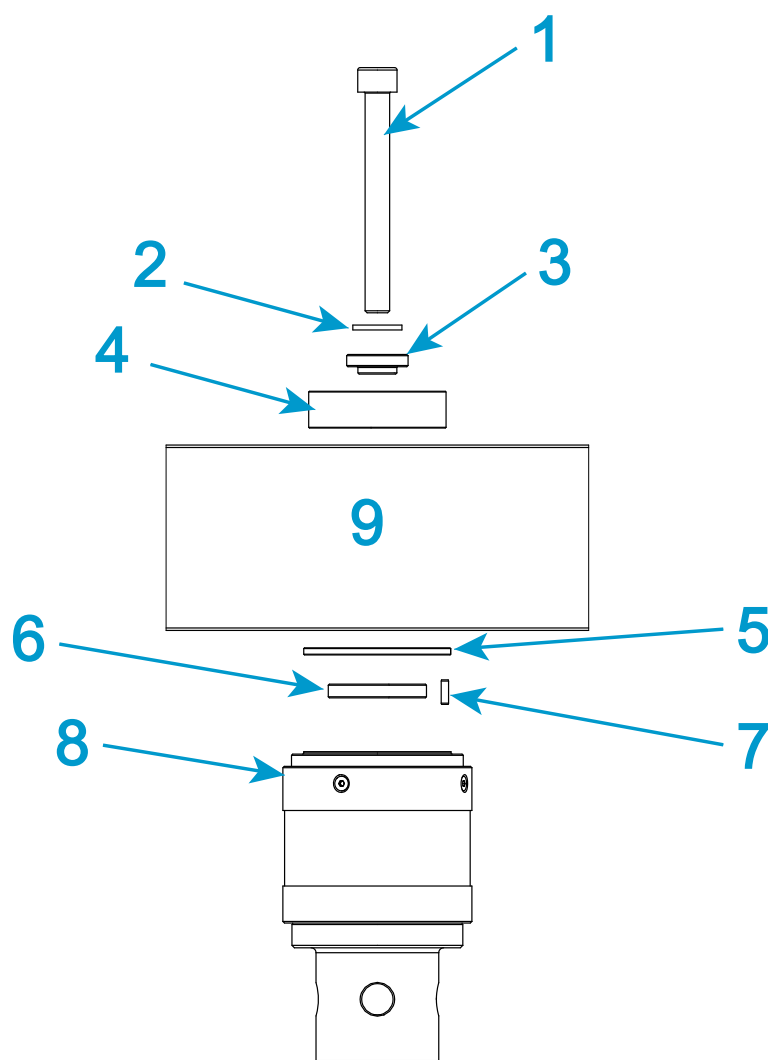

Figura 22. Installazione di una cella di carico 2530 (capacità da 500 N a 5 kN)
Legenda per Figura 22
1. Fare riferimento alla sezione Figura 22 e alla tabella associata e mettere assieme l'hardware di montaggio corretto.
2. Montare l'hardware mostrato sopra la traversa in Figura 22 e posizionarlo nella parte superiore del foro centrale della traversa.